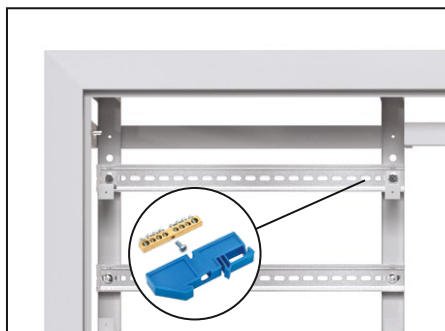

Рис. 13
1.2. Установите и закрепите шину N на изоляторе* (приобретается отдельно) на месте, указанном на рис. 13.